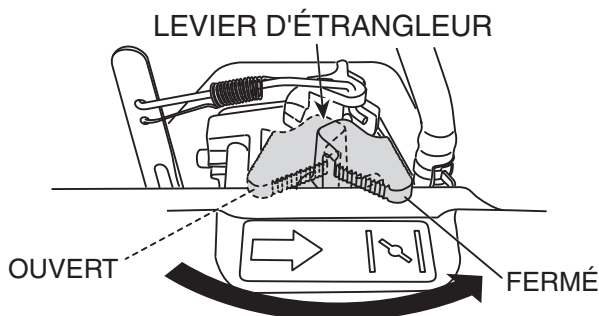

Figure 12. Levier du starter (fermé)
3. Mettre le levier du starter (Figure 12) dans la position « FERMÉ » lors du démarrage d'un moteur froid. Si vous démarrez un moteur chaud, ou par temps chaud, mettre le levier du starter dans la position « OUVERT ».